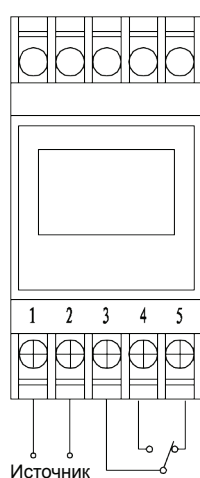

Рис. 5. KG10D-1Z
6.2.1.2 У KG10D-1Z одна из цепей является нормально открытой, а вторая – нормально закрытой. Метод проводного монтажа показан на рис. 5.